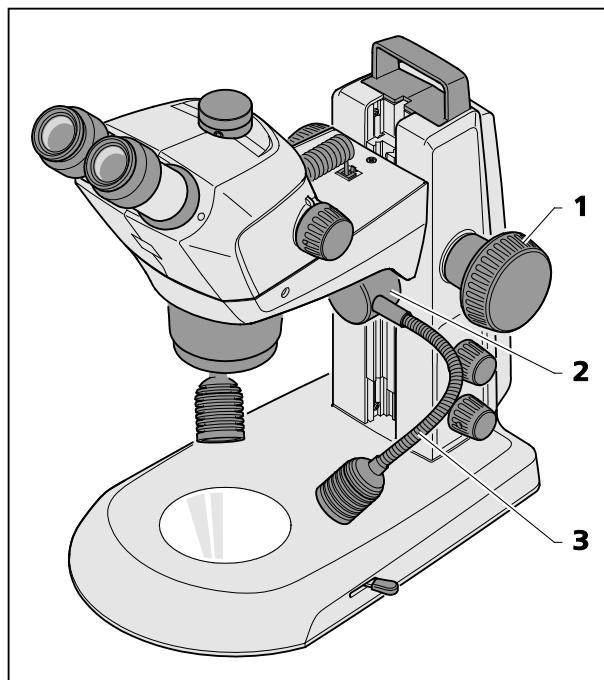

図 22 ダブルスポットライト
- 焦点調節ノブ(図 22/1)を使って、顕微鏡本体を一番上の位置に移動させます。ガイドに挿入したダブルスポットライト(図 22/2)を希望の高さにスライドさせます。
- 両方のスワンスリーブ(図 22/3)を曲げて、対象が最適に照らされるようにスポットを調節します。